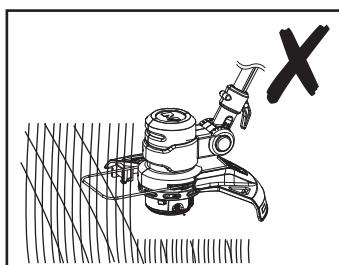

Rys. 14
- Przed przystąpieniem do pracy należy upewnić się, że osłona noża (11d) została zdjęta, a osłona roślin (13) jest wysunięta.
- W celu rozpoczęcia przycinania ustawić uchwyt główny (1) pod kątem 0°.
- Trzymać głowicę do przycinania (12) tuż nad ziemią pod kątem około 30° (rys. 14).